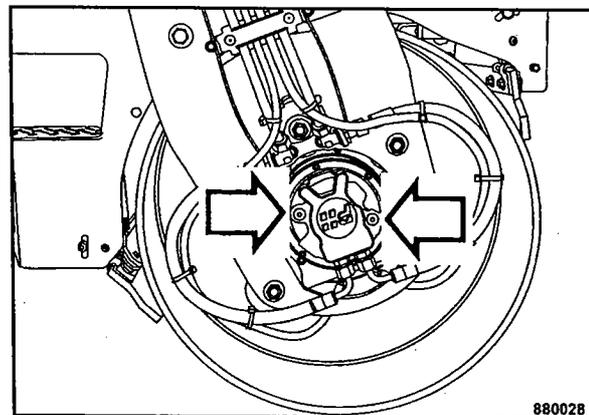

Fig. 78
- Apretar el tapón (20 Nm) (Fig. 78).